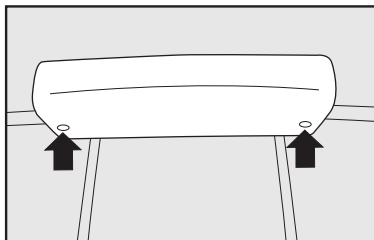

fig. 36
- 1) agindo pelo interior da cabine, retirar os parafusos que fixam o conjunto **fig. 36**, como indicado e remover o brake-light;